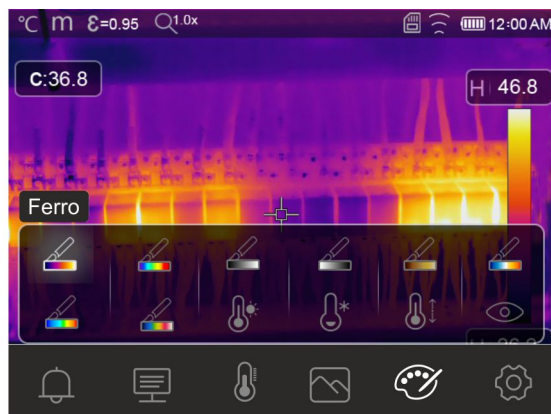

Fig. 36: Selezione tavolozze colori e funzioni isoterme
2. Toccare l'icona "🎨" per entrare nel menu "Menu Tavolozza". La videata di Fig. 36 – parte destra è mostrata a display